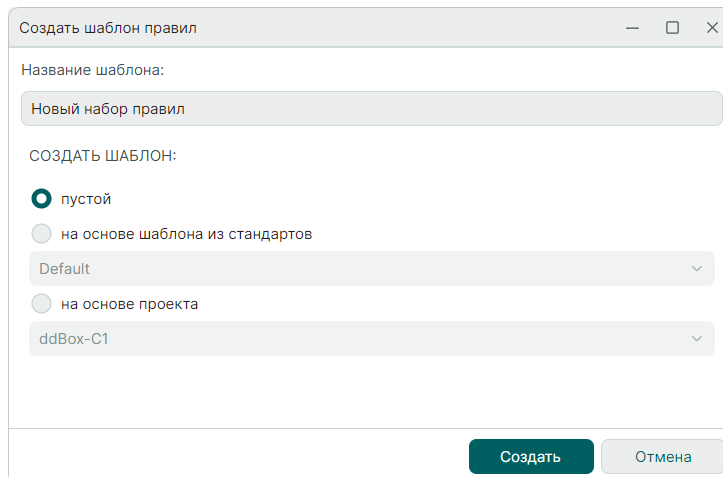

Рис. 121 Добавление шаблона правил
2. Введите имя шаблона и выберите источник исходных данных для нового шаблона правил в поле «Создать шаблон», см. Рис. 121: